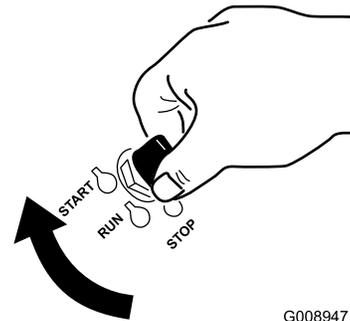

図 17
7. 始動キーを Start 位置に回す（図 17）。エンジンが始動したら、キーから手を離す。